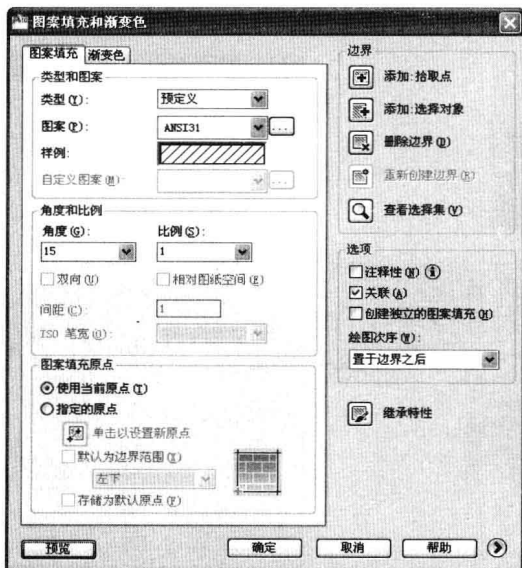

图 9-3-23
(24) 创建的是所有模型的轮廓，轮廓图形是块对象，在“修改”面板中单击“分解”按钮，单击剖面图形块，分解成多条直线和实体填充图案，删除多余的图形。
(25) 选择菜单命令“绘图/图案填充”，打开“图案填充和渐变色”按钮，单击“添加：拾取点”按钮，在轴测剖视图的截面位置单击，按 Enter 键；选择图案名称“ANSI31”，角度设为 15，如图 9-3-23 所示。单击“确定”按钮。